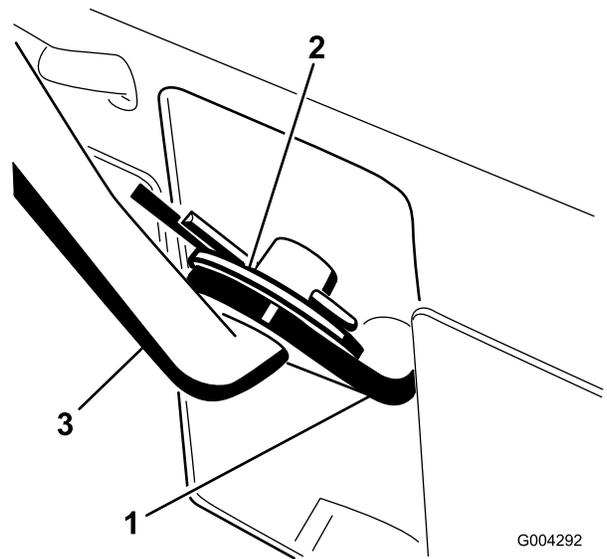

Figure 6
3. Insérez la tige de changement de vitesses dans le bras, ajoutez une rondelle plate sur la tige et fixez le tout à l'aide d'une goupille fendue (Figure 6).
1. Tirez le bras de changement de vitesses (Figure 6) à fond vers l'extérieur.